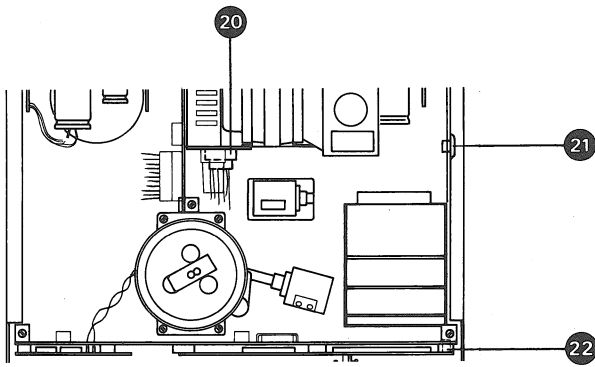

Fig. 3.5.-3
- AMP Stecker (22) (Fig. 3.5. - 3) des grauen Netzkabels von der Laufwerksteuerung (A 5) abziehen.